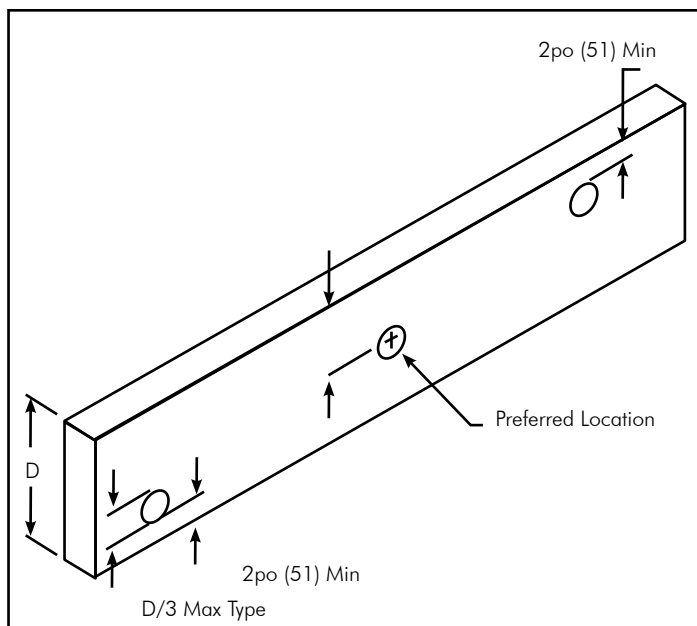

FIG. 4-7 Trous dans les solives en bois
- Lorsqu'un trou doit être percé dans une solive, il doit être situé sur l'axe central, à moins de 2 po (51 mm) du bord le plus proche de la solive, et le diamètre du trou ne doit pas dépasser 1/3 de la profondeur de la solive (**voir la FIG. 4-7**).